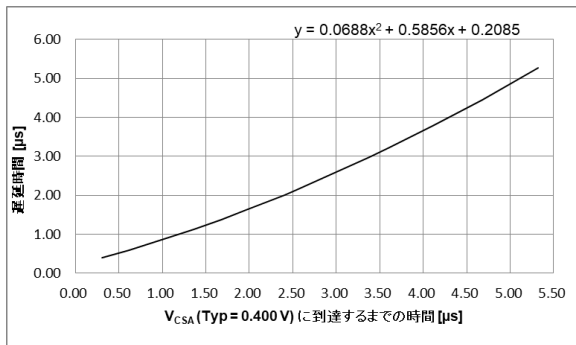
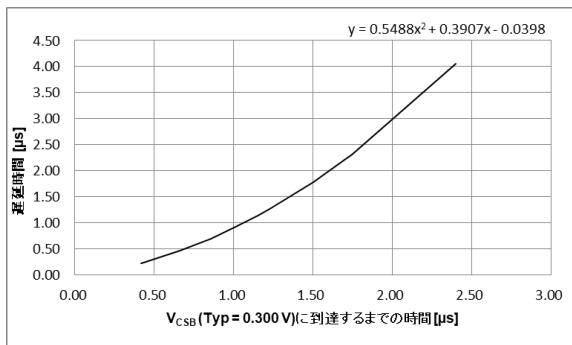

Figure 6A. 遅延時間 vs  $V_{CSA}$  (Typ = 0.400 V) に到達するまでの時間(BM2P061H-Z)
Figure 6C. 遅延時間 vs  $V_{CSB}$  (Typ = 0.300 V) に到達するまでの時間(BM2P131H-Z)
スイッチングサイクルごとの過電流リミッタを内蔵しています。過電流リミッタは 1 パルスに対して、SOURCE 端子電圧が  $V_{CSA}$  (Typ = 0.400 V) または  $V_{CSB}$  (Typ = 0.300 V) 以上になると、遅延時間後にターン OFF する動作です。遅延時間は  $V_{CSA}$  (Typ = 0.400 V) または  $V_{CSB}$  (Typ = 0.300 V) に到達するまでの時間によって変化します。この遅延時間により、AC 電圧補正機能が動作しています。SOURCE 端子電圧が  $V_{CSA}$  (Typ = 0.400 V) または  $V_{CSB}$  (Typ = 0.300 V) に到達するまでの時間と追加の遅延時間の関係を Figure 6A から 6C に示します。
- $t_D$ : IC で追加される遅延時間 (Figure 6A から Figure 6C 参照)